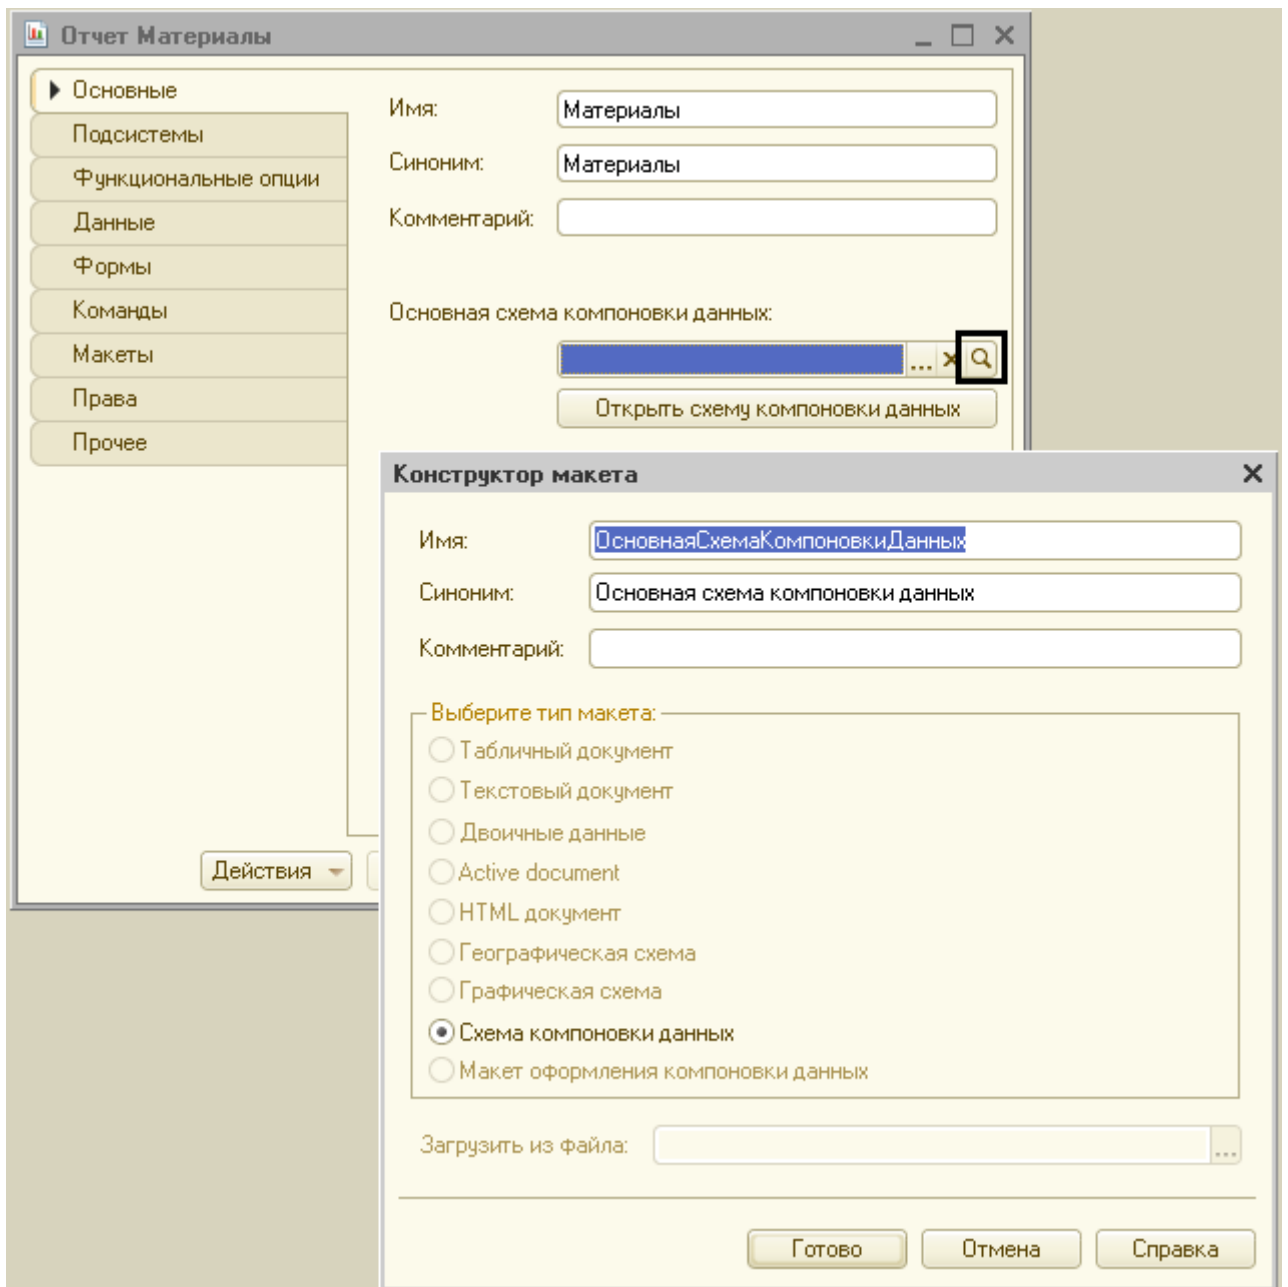

Рисунок 56 Открытие основной схемы компоновки данных
2. На вкладке **Основные** создайте основу для построения отчета – схему компоновки данных. Нажмите на кнопку «**Открыть**» (лупа), затем «**Готово**» (рис. 56).